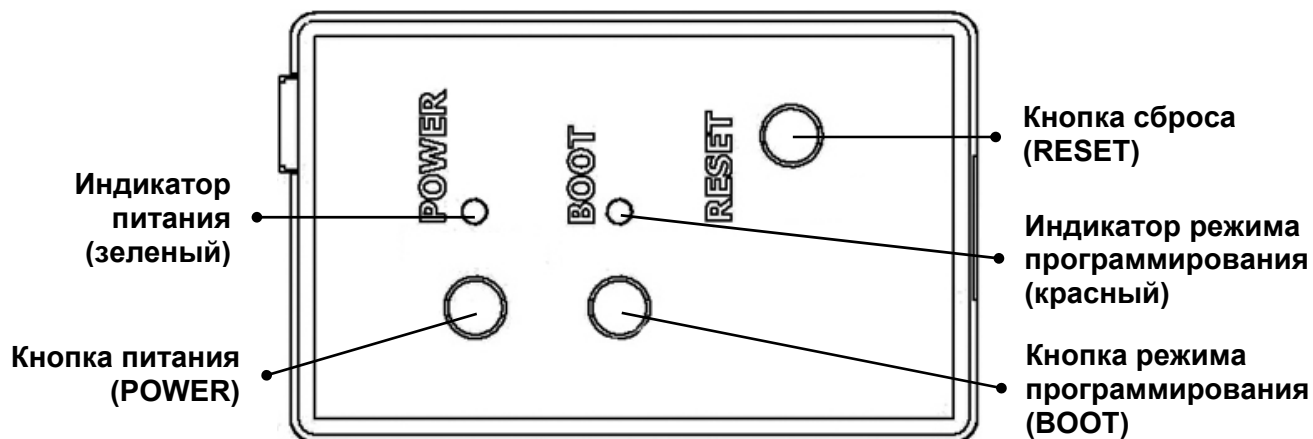

Рисунок 4.1 – Вид сверху
6.1.4 Убедиться, что не горит индикатор питания на программаторе (зеленый), при необходимости выключить кнопкой питания (POWER) (см. рисунок 4.1).
6.1.5 Установить режим программирования – кнопку режима программирования (BOOT) должна быть в нажатом состоянии (см. рисунок 4.1).
6.1.6 Включить питания программатора – нажать кнопку (POWER) (см. рисунок 4.1).
6.1.7 Убедиться, что горят зеленый (POWER) и красный (BOOT) светодиоды программатора (см. рисунок 4.1).
6.1.27 Выключить питания программатора – нажать кнопку (POWER) (см. рисунок 4.1).
6.1.28 Убедиться, что зеленый (POWER) и красный (BOOT) светодиоды программатора не горят (см. рисунок 4.1).
6.1.29 Выйти из режима программирования – отжать кнопку режима программирования (BOOT) (см. рисунок 4.1).